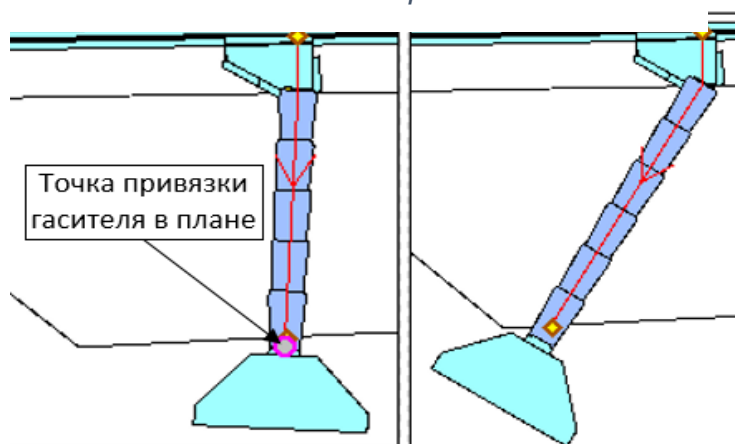

Рисунок 16. Перемещение за точку привязки гасителя в плане
Для возможности поворота и изменения длины лотка по откосу используется точка привязки гасителя в плане (Рисунок 16).
- точка начала дна кювета – при ее перемещении меняется положение лотка по откосу аналогично с перемещением точки по низу откоса (Рисунок 16);